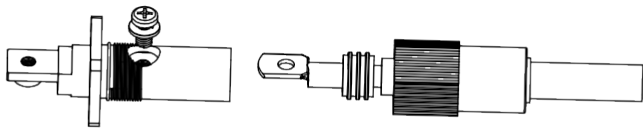

Imagen 3.6
d) Fije el terminal con un perno, como se muestra en la imagen 3.6.